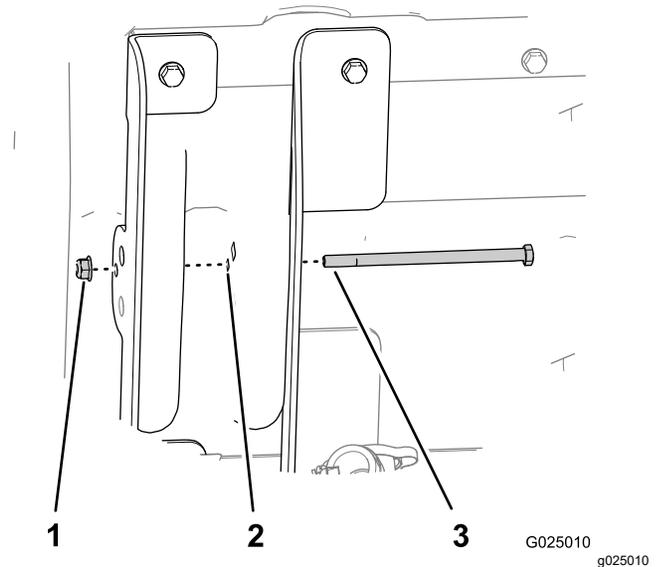

**Рисунок 5**
3. Совместите левый наружный подъемный кронштейн (кронштейн с короткими фланцами) с наружными отверстиями в верхней и нижней поперечинах кузова (Рисунок 5).
4. Прикрепите наружный подъемный кронштейн к платформе с помощью 2 болтов, снятых при выполнении действий, описанных в пункте 1, и затяните болты от руки (Рисунок 5).
5. Совместите внутренний подъемный кронштейн (кронштейн с длинными фланцами) с внутренними отверстиями в верхней и нижней поперечинах кузова (Рисунок 5).
6. Прикрепите внутренний подъемный кронштейн к платформе с помощью 2 болтов, снятых при выполнении действий, описанных в пункте 2, и затяните болты от руки (Рисунок 5).
- Затяните 4 болта (5/16 x ¾ дюйма), которые крепят внутренний и наружный подъемные кронштейны к кузову (Рисунок 5), с моментом от 15 до 16,6 Н•м.